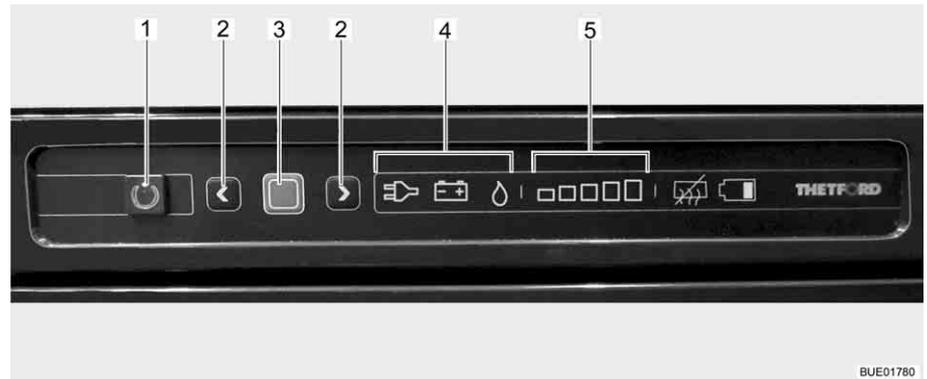

Fig. 196 Elementi di comando del frigorifero
La modalità di funzionamento attuale è indicata da un simbolo luminoso (Fig. 196,4) sulla centralina di controllo.
Dopo l'accensione il frigorifero seleziona automaticamente la regolazione del termostato selezionata per ultimo. Questa impostazione può essere modificata manualmente con i tasti freccia (Fig. 196,2). Le barre luminose dell'indicatore del livello di refrigerazione (Fig. 196,5) visualizzano la temperatura selezionata sul termostato. Con i tasti freccia viene regolata la temperatura di refrigerazione per tutti i tre tipi di energia. Ci vogliono alcune ore prima che il frigorifero raggiunga la temperatura normale di esercizio. Cambiando la modalità di funzionamento la regolazione del termostato non viene modificata. La temperatura di refrigerazione è indipendente dal tipo di energia utilizzata.
- Premere il tasto On/Off (Fig. 196,1) per 1 secondo. Il tasto (Fig. 196,1) si illumina di verde. Dopo circa 10 secondi, l'indicatore viene attenuato per risparmiare energia.
- Premere il tasto di conferma (Fig. 196,3). L'impostazione attuale della modalità di funzionamento viene visualizzata.
- Se non è impostata la modalità di funzionamento a gas: Per modificare l'impostazione, premere il tasto di conferma (Fig. 196,3) per circa 2 secondi.
- Selezionare la modalità di funzionamento a gas con i tasti freccia (Fig. 196,2). L'alimentazione del gas è ora aperta. L'accensione avviene automaticamente. È udibile un ticchettio fino a quando procedura di accensione non è stata portata a termine.
- Premere il tasto di conferma (Fig. 196,3) per circa 2 secondi.
- Premere nuovamente il tasto di conferma (Fig. 196,3). Il livello di refrigerazione attuale viene indicato dalle barre luminose (Fig. 196,5).
- Per modificare l'impostazione, premere i tasti freccia (Fig. 196,2) fino a visualizzare l'impostazione desiderata.
- Premere il tasto On/Off (Fig. 196,1) per circa 2 secondi. Tutte le spie si spengono. Il frigorifero è spento.
- Se non è impostata la modalità di funzionamento 230 V: Per modificare l'impostazione, premere il tasto di conferma (Fig. 196,3) per circa 2 secondi.
- Selezionare la modalità di funzionamento 230 V con i tasti freccia (Fig. 196,2).
- Se non è impostata la modalità di funzionamento 12 V: Per modificare l'impostazione, premere il tasto di conferma (Fig. 196,3) per circa 2 secondi.
- Selezionare la modalità di funzionamento 12 V con i tasti freccia (Fig. 196,2).